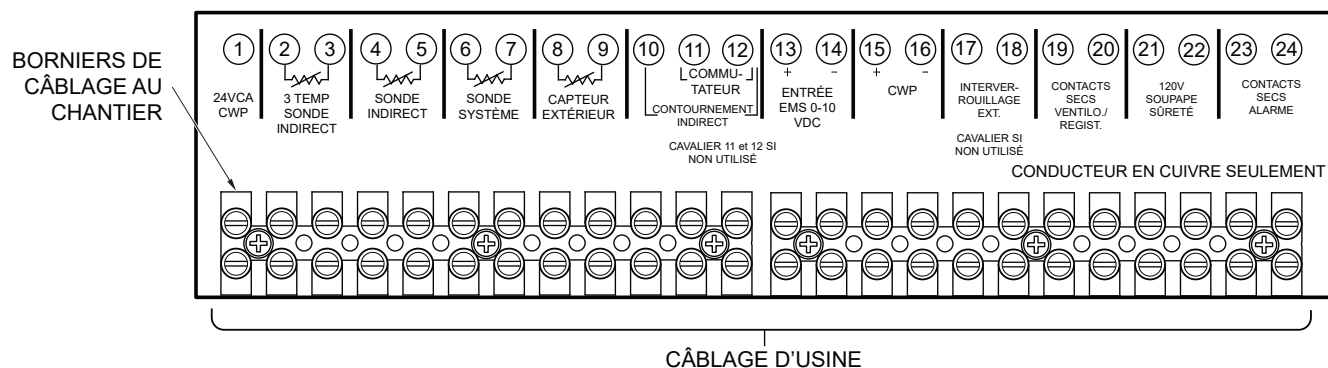

Figure 49. Câblage basse tension au chantier
2. Pour activer cette fonction de commande à distance, réglez le micro-interrupteur DIP 5 à la position UP sur la carte PIM. Le micro-interrupteur DIP 5 bascule entre un signal EMS (UP) ou le signal VERSA (DOWN). Le micro-interrupteur DIP 2 de la carte PIM bascule entre une entrée Direct Drive (UP) et une température de consigne cible (DOWN).
4. Connectez un système de gestion de l'énergie ou tout autre module de commande auxiliaire aux bornes marquées 0-10V (+/-), voir **Figure 49**.
Connectez le câblage aux bornes Enable/Disable (bornes 11, 12), comme illustré à la **Figure 49**, à la place du cavalier qui avait été installé à l'usine. Toute fermeture des contacts secs, notamment ceux d'un thermostat distant, reliés à ces bornes, mettra la chaudière en marche.
1. Lorsque la sonde système (S3) est utilisée, connectez ses fils aux bornes (6 et 7) marquées SYSTEM SENSOR, voir **Figure 49**.
1. Si le système doit comporter un capteur extérieur, connectez les fils du capteur aux bornes (8 et 9) marquées OUTDOOR SENSOR, voir **Figure 49**.
Connectez les fils de la sonde du chauffe-eau indirect aux bornes (4 et 5) marquées INDIRECT DHW SENSOR, voir **Figure 49**. Veillez à ce qu'aucune des bornes ne soit mise à la terre. Lors de l'utilisation de la sonde du chauffe-eau indirect pour réguler la température du réservoir, les contacts de contournement (override) du chauffe-eau indirect doivent être fermés.
2. Connectez le débitmètre de la boucle secondaire aux bornes 6 et 7 du bornier de la chaudière principale, voir **Figure 49**.
bornes 8 et 9 du bornier de la chaudière principale, voir **Figure 49**.
4. Connectez le câblage Enable/Disable aux bornes 11 et 12 du bornier de la chaudière principale. Cette connexion doit être fournie par la fermeture des contacts secs, voir **Figure 49**. L'application d'une tension de 24 VCA à ces bornes entraînera la fonte du fusible de la carte PIM.
Les bornes de l'alarme sont des contacts secs d'une capacité de 3A devant être raccordés à un relais normalement ouvert qui se referme en cas de panne ou de verrouillage. La tension maximale à travers ces contacts est de 30 VCA ou 30 VCC, Voir Connexions à effectuer au chantier, **Figure 49**.
3. Connectez le détecteur de CO aux bornes 17 et 18 du bornier de câblage au chantier, voir **Figure 49**.